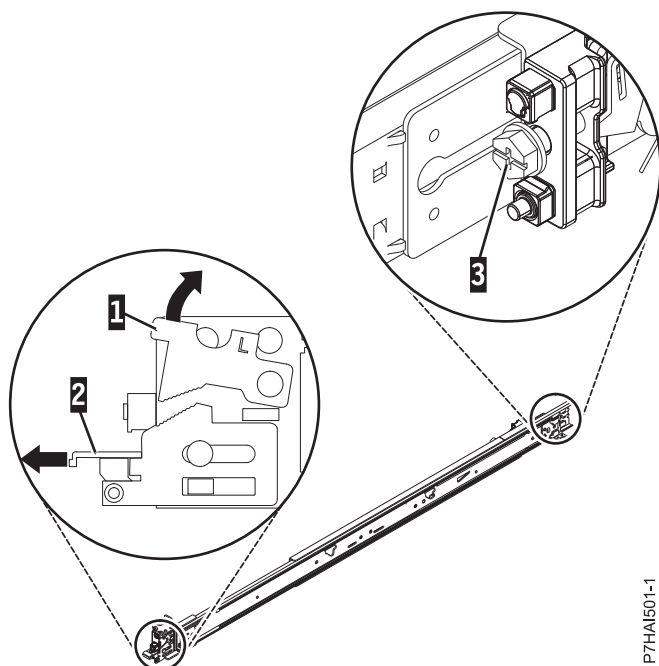

Abbildung 19. Vordere Verriegelung öffnen und Schraube an der Rückseite entfernen
2. Drücken Sie die vordere Sperrzunge **(1)** nach oben und ziehen die vordere Verriegelung **(2)** an der Vorderseite der Schiene heraus. Entfernen Sie die Schraube anschließend wieder von der Rückseite der Schiene **(3)**. Einzelheiten finden Sie unter Abb. 19 auf Seite 23.